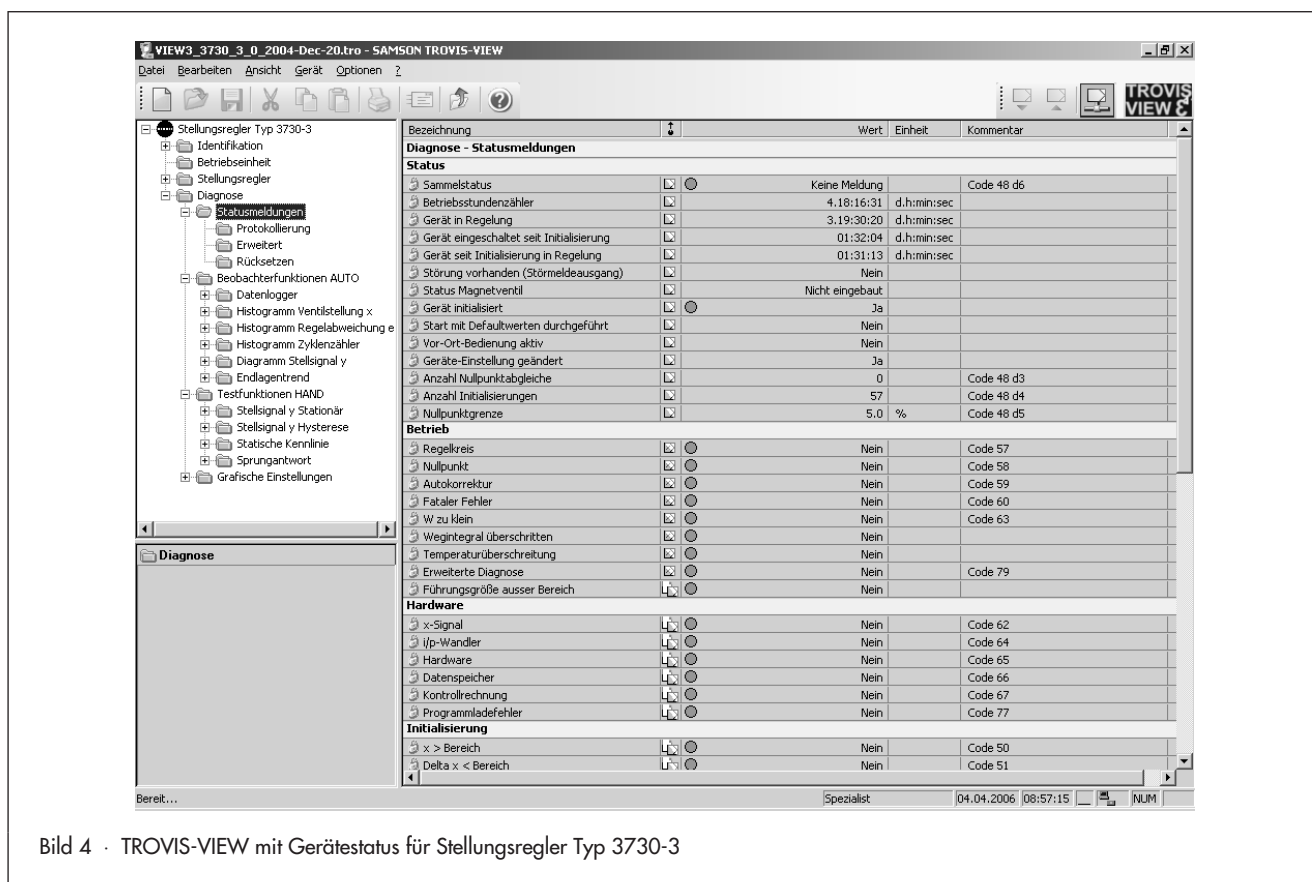

Bild 4 · TROVIS-VIEW mit Gerätestatus für Stellungsregler Typ 3730-3
1.2.2 Wichtige Betriebsparameter (Bild 4)